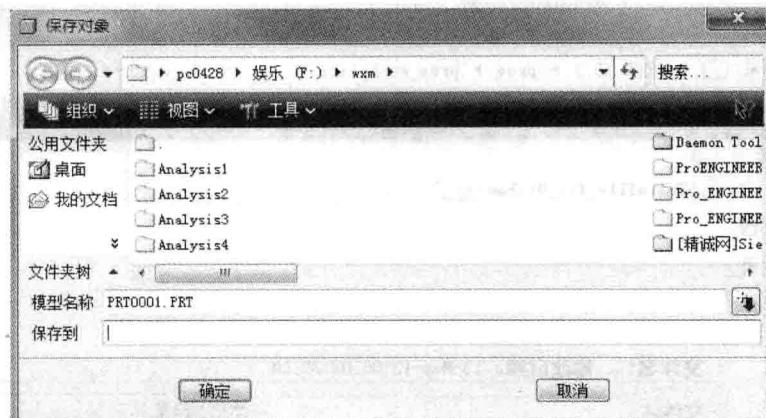

图 1.8 “保存对象”对话框
- ①选择“文件”→“保存”命令，或单击 按钮，弹出如图 1.8 所示的“保存对象”对话框；单击“确定”或按鼠标中键，即完成保存操作。注意：Pro/E 不提供自动保存文件的功能。